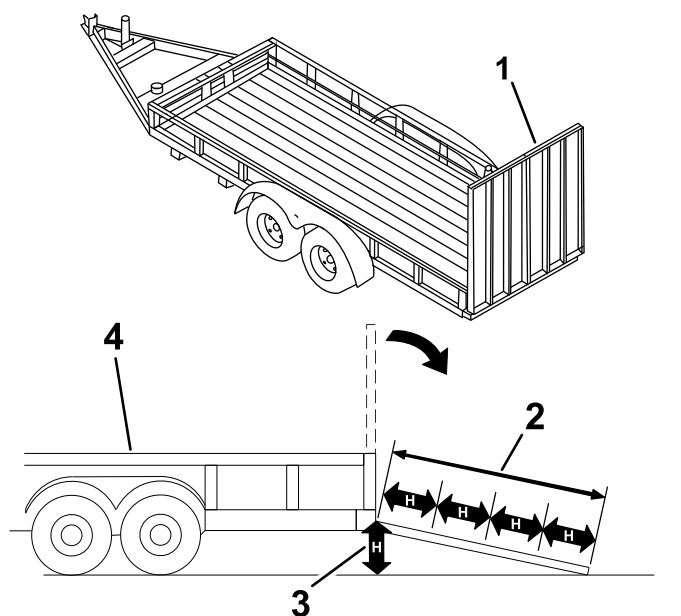

Figura 19
Il caricamento della macchina su un rimorchio o un autocarro aumenta la possibilità di ribaltamento e può causare gravi lesioni o la morte (**Figura 19**).
3. Abbassate la rampa **Figura 19**